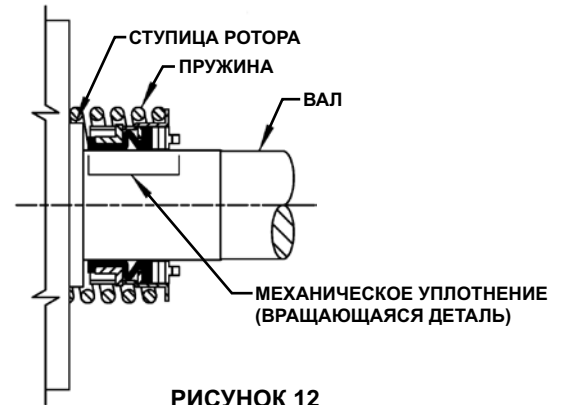

РИСУНОК 12
5. Наденьте пружину уплотнения на вал до стыка со ступицей ротора. См. рис. 12.